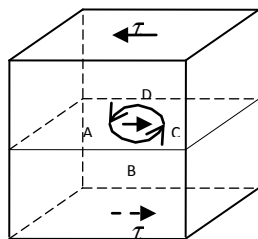

图 2
3、某单晶体受到一均匀切应力的作用，其滑移面上有一柏氏矢量为 b 的位错环，如图 2 所示（假设位错环线方向为 ABCD）。（1）分析该位错环中各段位错线的类型；（2）求各段位错线所受力的大小及方向；（3）说明在切应力的作用下，该位错环将如何运动，其运动结果如何？（15 分）